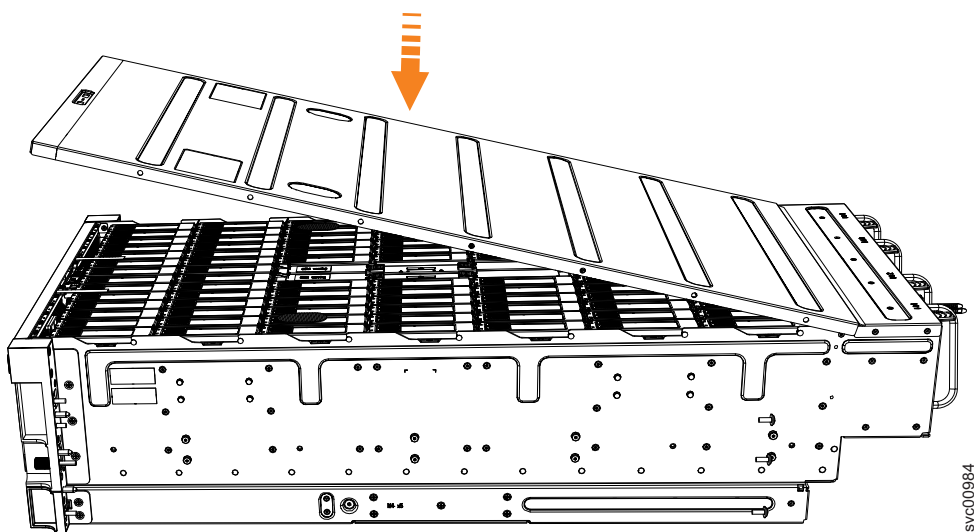

图 56. 对齐 2077-92F 顶盖
1. 小心地放低外盖，确保其与机柜后部正确对齐，如图 56 中所示。